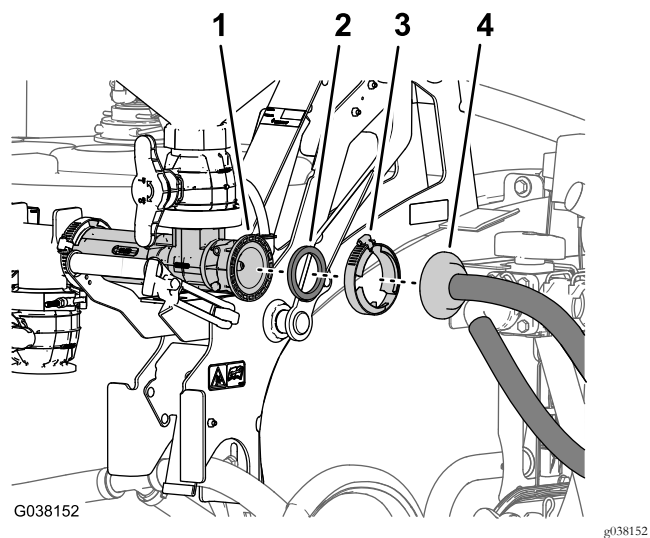

Figura 9
- Retire el acoplamiento dentado bridado y la junta del eyector (Figura 9).
- Retire la brida de fijación que sujeta el acoplamiento dentado bridado de la manguera de alimentación a la brida de entrada del eyector (Figura 9).